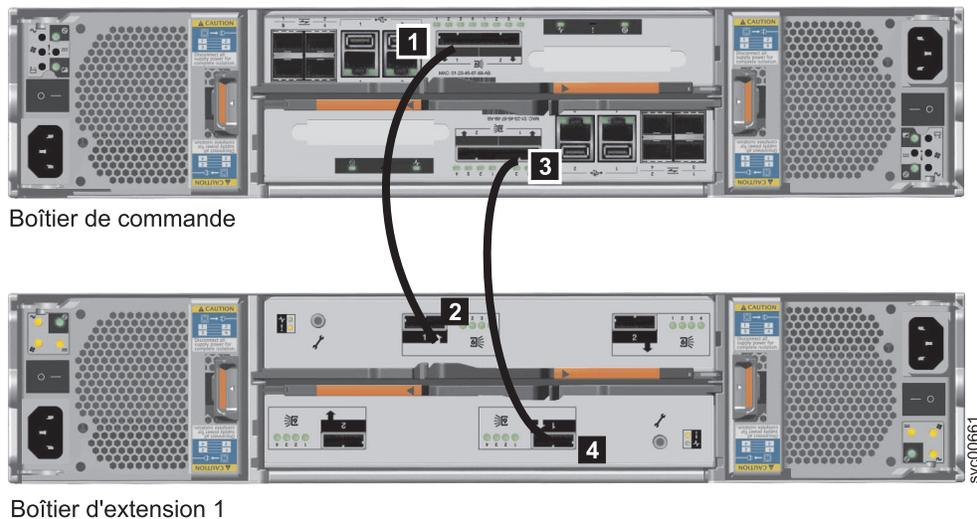

Figure 34. Fixation d'une cartouche d'extension au boîtier de contrôle
- Connectez les câbles SAS entre le boîtier de commande et le premier boîtier d'extension, comme cela est présenté dans la figure 34, à la page 48. Retirez les caches de protection, si nécessaire. Le premier boîtier d'extension se trouve sous le boîtier de commande.